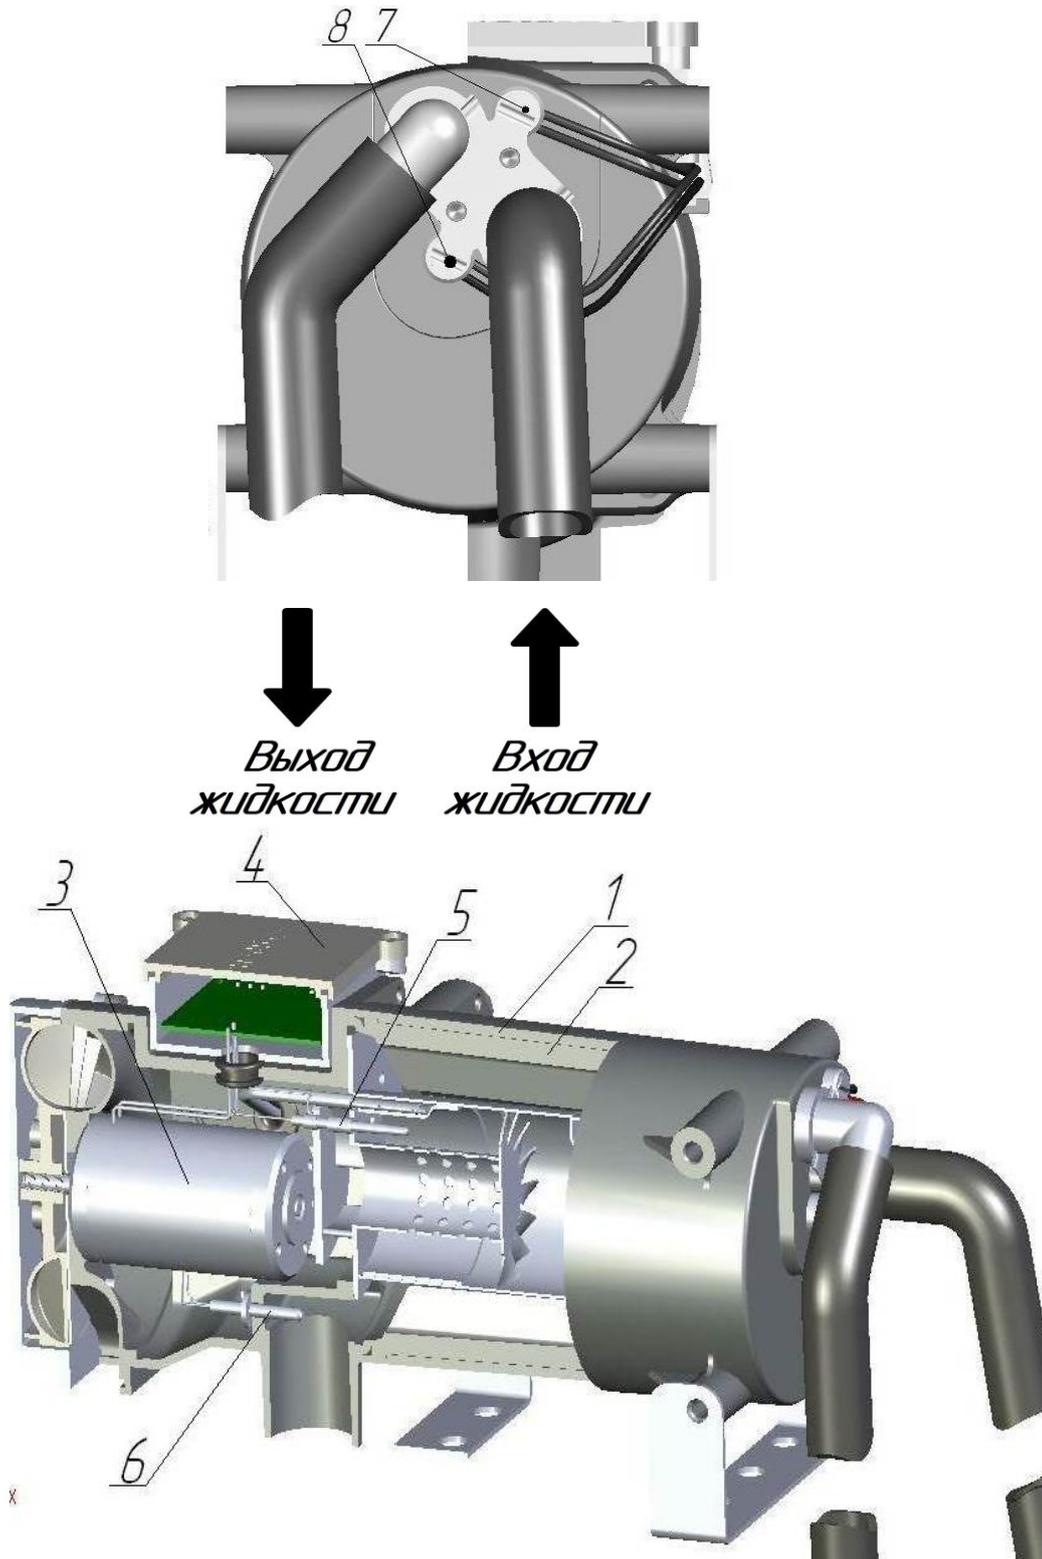

Рис. 2 Основные узлы жидкостного подогревателя
4.5 Подогреватель является автономным нагревательным устройством и состоит из следующих основных узлов (рис.2):